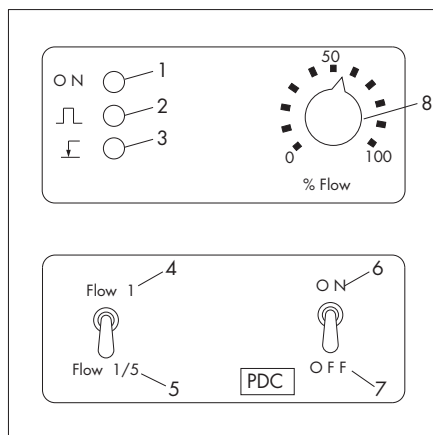

Fig. 4
| 5 | Conduittura di mandata | 11 | Manopola di regolazione (vedi fig. 4 pos. 8) |